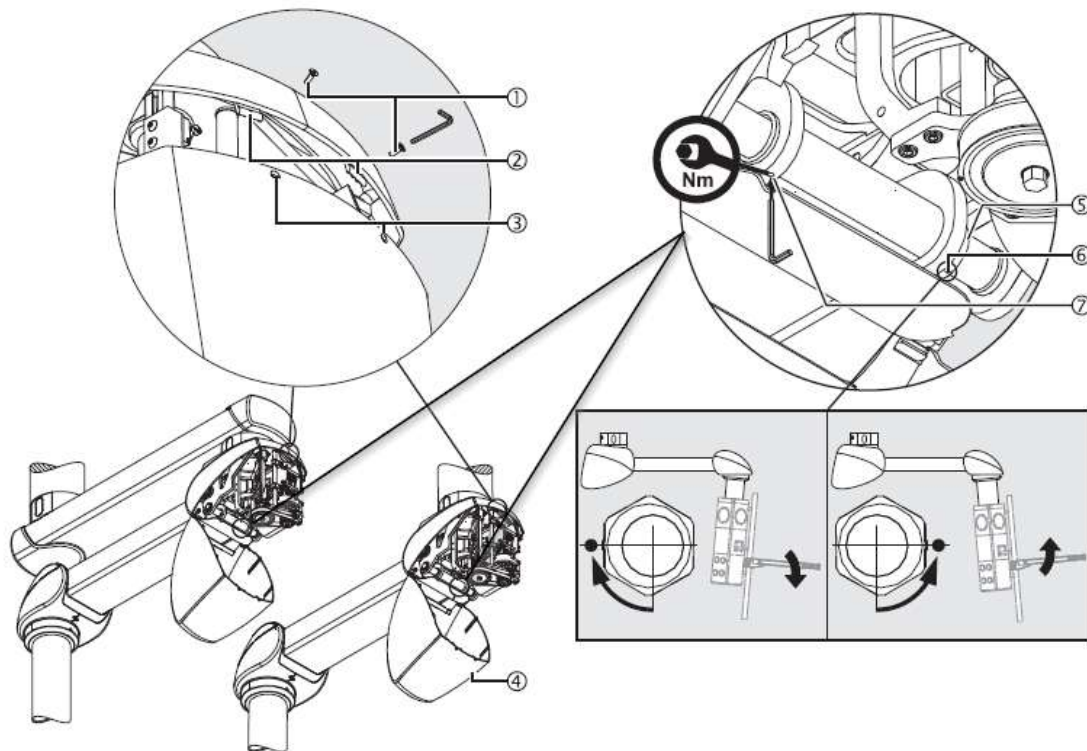

Abb.75 Einstellung der Tragkraft des Motorarms und Schließen der hinteren unteren Abdeckung
- Lösen Sie die M4-Gewindestift-Schraube ⑦ – DIN 914 mit dem Inbusschlüssel.
- Setzen Sie den Schraubenschlüssel auf den Sechskantbolzen ⑤.
- Die Anzeigeschraube ⑥ zeigt nach unten (diese Schraube nicht lösen).
- Um die Ablage aus dem Beispiel in Abbildung 61 abzusenken, drehen Sie den Sechskantbolzen ⑤ so, dass die Anzeigeschraube ⑥ nach vorne (zu Ihnen) zeigt. Siehe Abb. 75 Detailansicht, unten rechts.
- Um die Ablage aus dem Beispiel in Abbildung 57 anzuheben, drehen Sie den Sechskantbolzen ⑤ so, dass die Anzeigeschraube ⑥ nach hinten (von Ihnen weg) zeigt. Siehe Abb. 75 Detailansicht, unten rechts.
- Ziehen Sie die Gewindestiftmutter M4 ⑦ – DIN 914 fest.